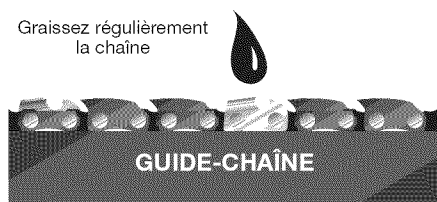

Figure 12 - Appliquez l'huile sur la chaîne
2. Appliquez quelques gouttes d'huile entre la chaîne et le guide-chaîne (voir figure 12).